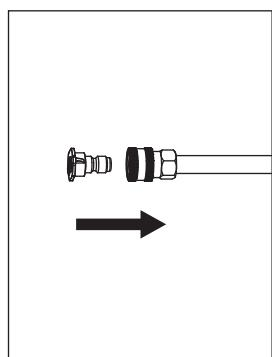

Figure 12 - Insérer la buse au connecteur rapide de la lance
- Faire pivoter la lance au pistolet. Insérer la buse au connecteur rapide de la lance en tirant le manchon du connecteur vers l'arrière. (voir les figures 12 et 13) (PW190200 seulement)